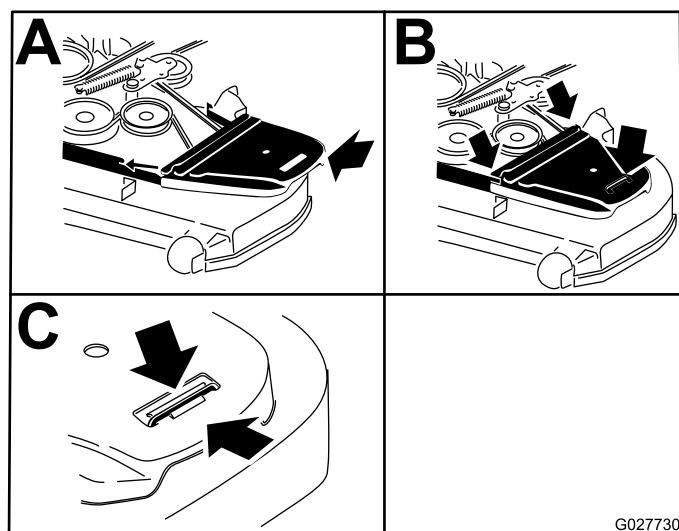

Figure 79
- Posez les couvercles de courroie (Figure 79).